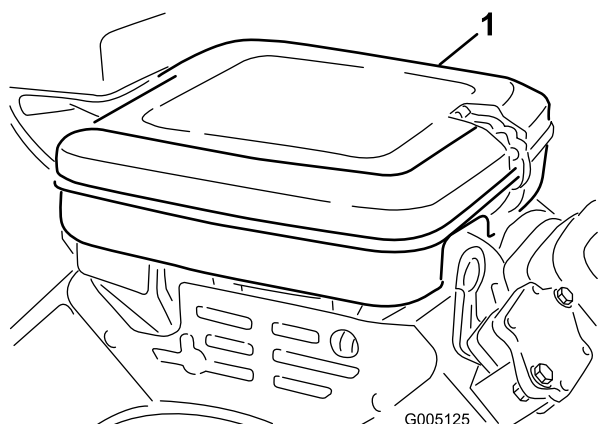

図 42
1. ロック用クリップを取り、エアクリーナカバー（図 42）を外す。カバーを丁寧に清掃する。